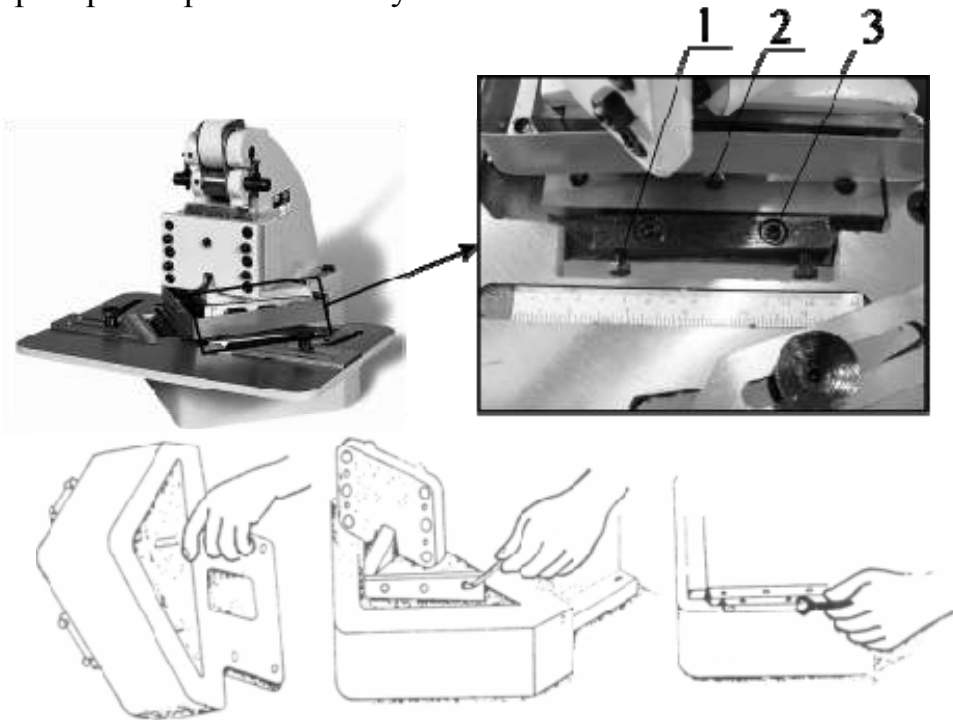

Рисунок 3.
2. Настройка нижних ножей (см. рис. 3):